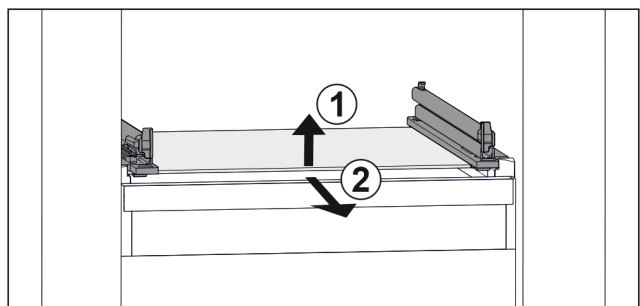

Fig. 47 Приблизне відображення скляної пластини
- ▶ Підняти скляну пластину спереду. Fig. 47 (1)
- ▶ Вийняти скляну пластину рухом вперед. Fig. 47 (2)